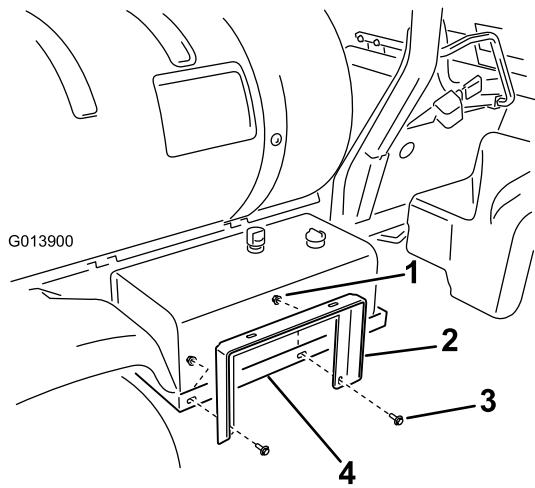

Figura 8
- Installate il supporto dell'avvolgitubo sull'attacco del serbatoio idraulico (Figura 8) utilizzando 2 bulloni a testa flangiata (3/8 x 1 pollice) e 2 dadi flangiati (3/8 pollice). Non serrate a fondo i dadi, che regolerete più avanti.
- Collegate il supporto dell'avvolgitubo alle fascette per avvolgitubo (Figura 8) utilizzando 2 bulloni a testa flangiata (3/8 x 1 pollice) e 2 dadi flangiati (3/8 pollice).